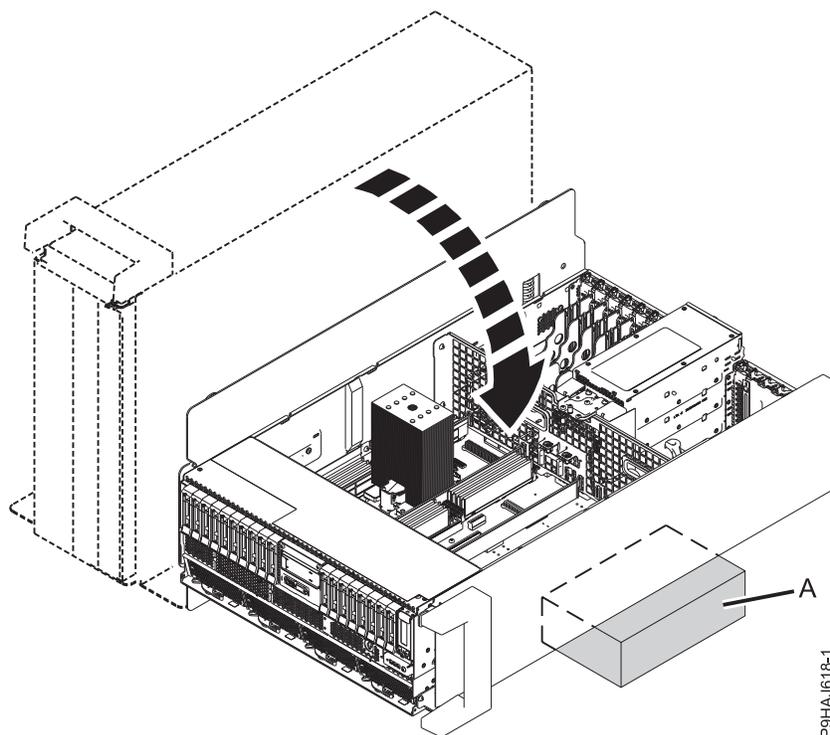

Figura 40. Incluir o sistema autónomo para uma posição horizontal
- d. Incline cuidadosamente o sistema autónomo da sua posição vertical para o deitar numa posição horizontal. Posicione o sistema com a área de assistência aberta voltada para cima e com um suporte de 3 cm (1.5") (A) ao longo da sua aresta superior, conforme apresentado em Figura 40. O suporte (A) é utilizado para impedir que a pega de plástico seja danificada.